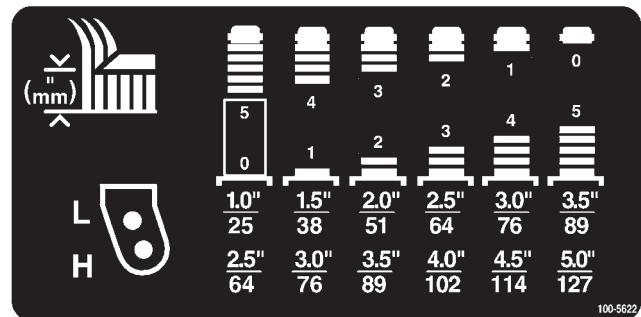

Figura 11
- Coloque as cunhas na barra da roda para obter a altura de corte desejada; veja a Figura 11 para determinar a disposição das cunhas. Coloque uma anilha de encosto na barra, introduza a barra da roda no braço de suporte. Instale outra anilha de encosto e as restantes cunhas na barra; depois, coloque a porca tensora para fixar o conjunto (Fig. 5).
2. Coloque os eixos das rodas nos mesmos orifícios, em ambos os suportes. Veja a Figura 11 para determinar quais os orifícios adequados ao ajuste.
Veja a Figura 11 para determinar a disposição das cunhas.